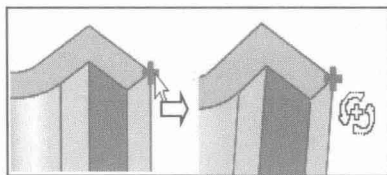

图 1.10 绕点旋转
(2) 使用鼠标按键旋转视图：在图形窗口中按住 MB2 并移动光标。
(3) 绕一点旋转：在图形窗口中持续按住 MB2 直到显示一个绿色加号，不要释放按键而移动光标，则部件绕此点旋转，如图 1.10 所示。
(4) 按下键盘上的<End>键，系统切换视图到“Isometric”定向.